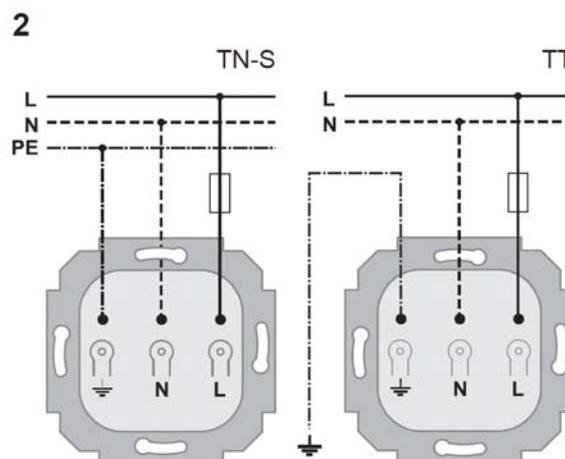

Bild 2
- FI-Schutzschalter anschließen (siehe Bild 2).